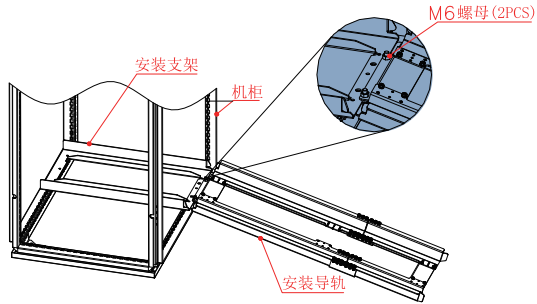

图5-20 安装导轨机柜内安装示意图
b. 将安装导轨前端的两个圆孔对准安装支架的螺杆，用2个M6螺母锁紧，将导轨安装到机柜上，如第60页“图5-20”安装导轨机柜内安装示意图所示。